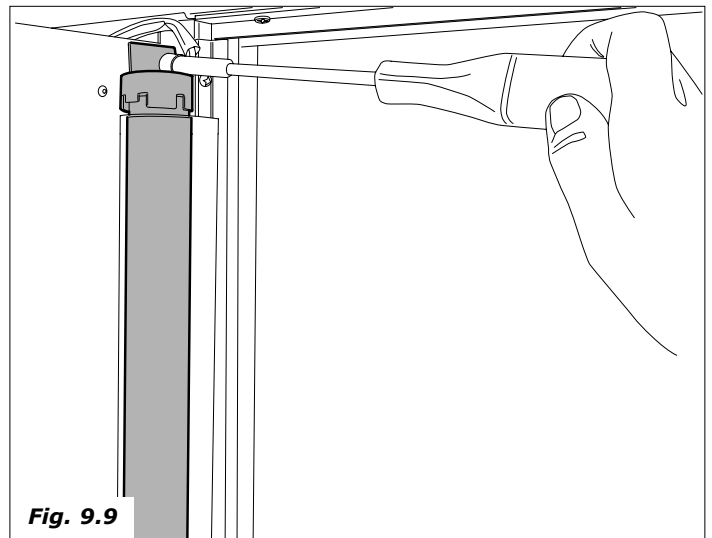

Fig. 9.9
- Destornillar el la tornillo de fijación del perfil vidrio (Fig. 9.9).